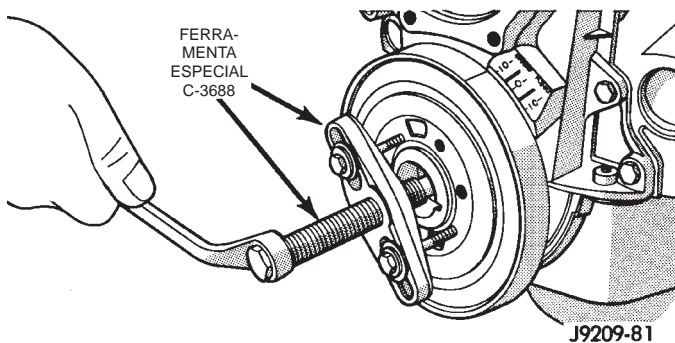

Fig. 31 Conjunto do Abafador de Vibração
- (1) Desconecte o cabo negativo da bateria.
- (2) Remova os parafusos retentores do defletor de ar do ventilador e ajuste o defletor sobre o motor.
- (3) Remova o ventilador do sistema de arrefecimento.
- (4) Instale a correia em serpentina (consulte o Grupo 7, "Sistema de Arrefecimento").
- (5) Remova a polia do abafador de vibração.
- (6) Remova a arruela e o parafuso do abafador de vibração da extremidade do eixo de manivelas.
- (7) Instale a barra e o parafuso do Conjunto da Ferramenta do Extrator C-3688, instale 2 parafusos com arruelas através da ferramenta do extrator e no abafador de vibração (Fig. 31).